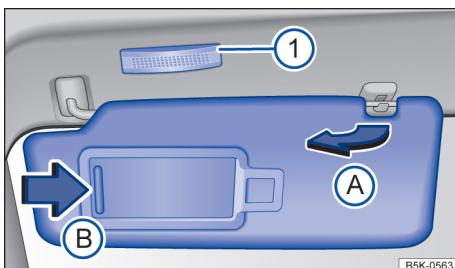

Fig. 83 Para-sol.
- Retirar o para-sol cuidadosamente do suporte segurando a base de fixação e virar na direção das portas → Fig. 83 A.
No para-sol rebatido para baixo encontra-se um espelho de cortesia atrás de uma cobertura. Ao abrir a cobertura → Fig. 83 B uma lanterna se acende 1.